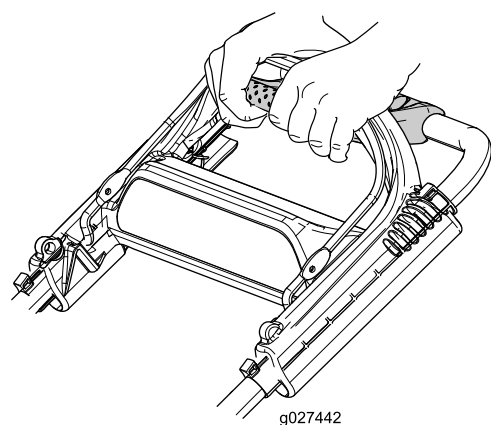

図 16
1. ハンドルを持ったまま指を前へ伸ばして、走行アシストハンドルを握る 図 16。